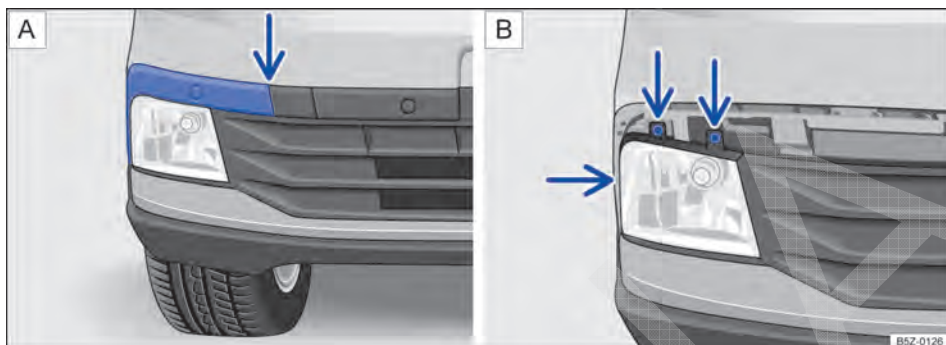

Fig. 176 No para-choque dianteiro: (A) desinstalar a moldura do farol de neblina e (B) retirar os parafusos do farol de neblina.
Desencaixar a moldura, cuidadosamente → ⓐ, primeiramente pelo local indicado pela seta → Fig. 176 A. Remover completamente para acessar os parafusos do farol de neblina.
4. Retirar os parafusos indicados pelas setas → Fig. 176 B.
14. Recolocar os parafusos indicados pelas setas → Fig. 176 **B** para fixar o farol de neblina.
15. Recolocar a moldura da esquerda para a direita → Fig. 176 **A**.